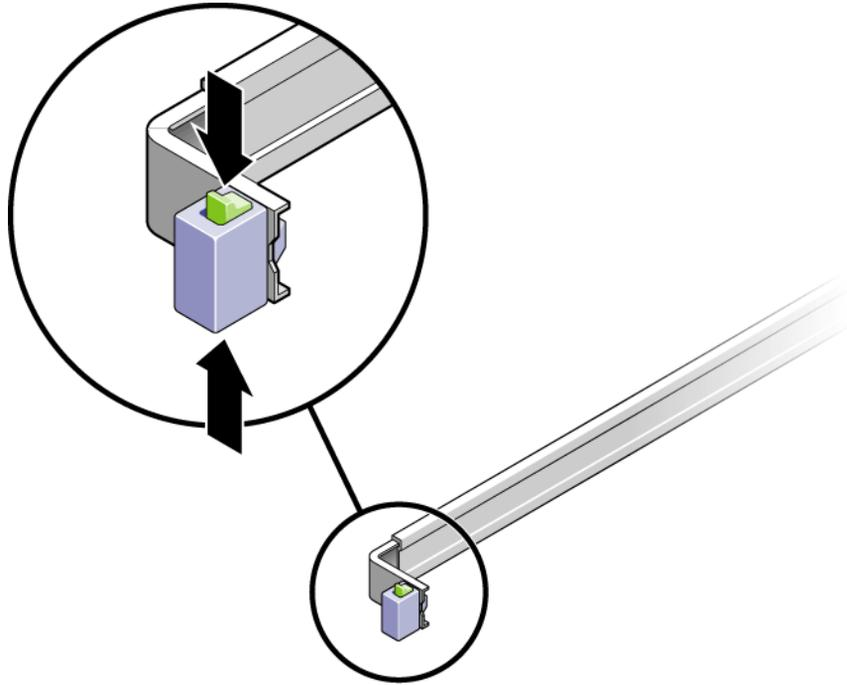

FIGURE 2-13 Déblocage de l'assemblage du rail coulissant
2. Débloquez les boutons de verrouillage du coulissement (FIGURE 2-13) aux extrémités droite et gauche du châssis du serveur, et faites sortir lentement le serveur du rack jusqu'à ce que les rails coulissants arrivent en fin de course.